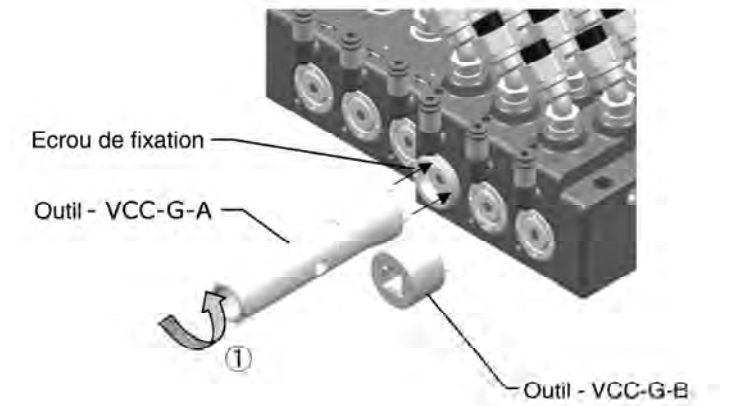

Figure 4
- Dévissez ① et enlevez l'écrou de montage en utilisant l'outil VCC-G-A (ou le VCC-G-B prévu pour les cosses). Voir Figure 4.